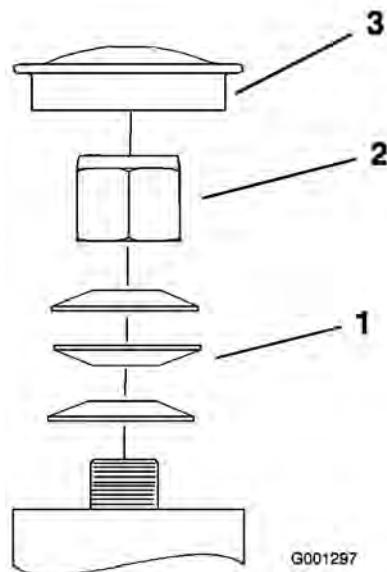

Figure 47
3. Retirez le capuchon anti-poussière de la roue pivotante et serrez le contre-écrou (Figure 47).
4. Continuez de le serrer jusqu'à ce que les rondelles élastiques soient aplatis, puis desserrez-le de 1/4 de tour pour obtenir la précharge correcte des roulements (Figure 47).
Important: Veillez à placer les rondelles comme illustré (Figure 47).
5. Remettez le capuchon anti-poussière en place (Figure 47).